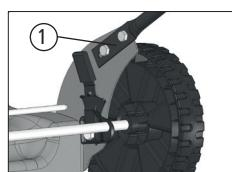

Fig. 03
Para fixar o braço inferior, devem ser utilizados 4 parafusos e 4 porcas que acompanham o produto. Inicialmente, posicione o braço (1) de tal forma que ele fique com as faces planas internamente ao suporte do braço, [Fig. 03].